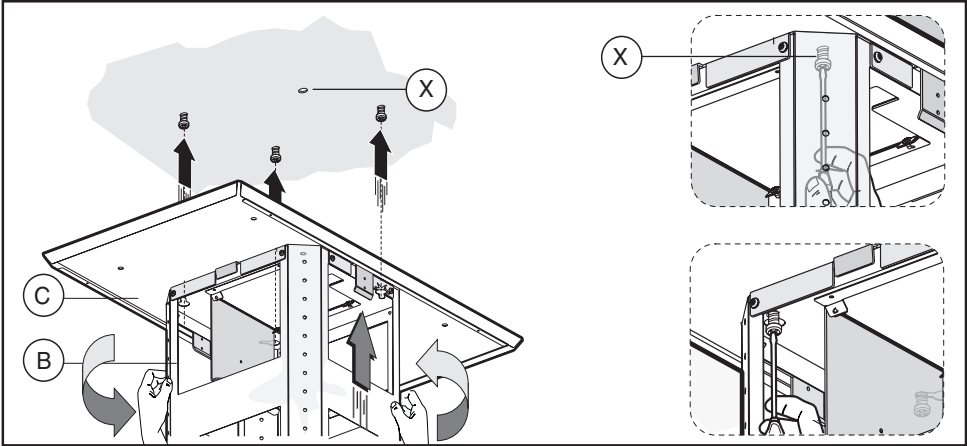

Fig.6
- Prendere la parte superiore della struttura **B** (fig.6) ed inserirla sulle 3 viti non avvitate completamente in corrispondenza delle 3 asole.
Fare una piccola rotazione per l'incastro (fig.6).